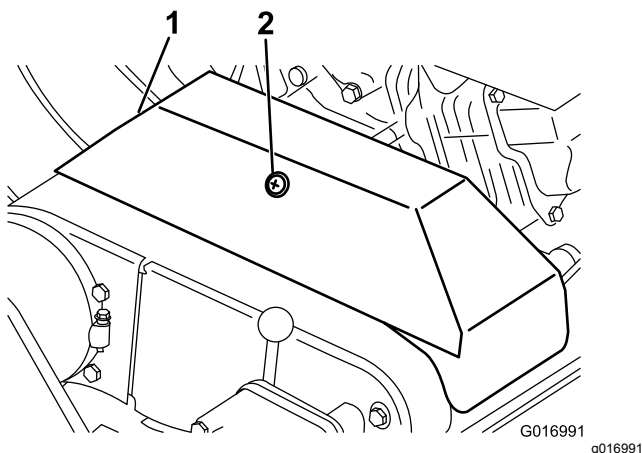

图46
2. 松开固定 V 形皮带罩的卡环并将皮带罩旋开图46。
- 2. 松开固定 V 形皮带罩的卡环并将皮带罩旋开图46。